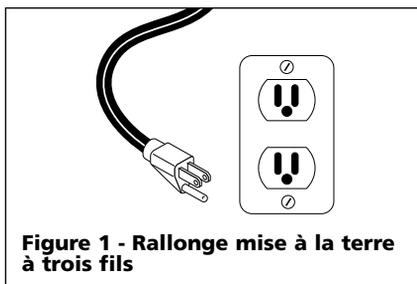

Figure 1 - Rallonge mise à la terre à trois fils
- Ce produit exige un circuit mis à la terre de 120V, 15 ampères et exige l'utilisation d'une rallonge en bon état à trois fils mis à la terre. (Voir la Figure 1). (Note : Voir le tableau plus bas pour connaître les bonnes longueurs de rallonges.) Si les prises d'alimentation électrique disponibles ne conviennent pas au cordon d'alimentation de cet appareil, faire installer la bonne prise par un électricien certifié.